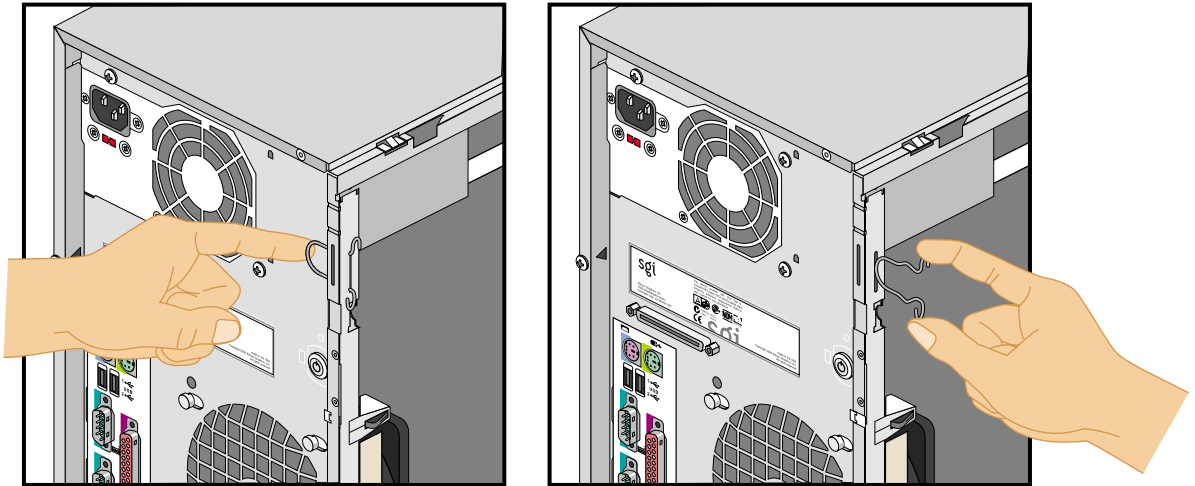

Figure 2-28 Retrait de l'agrafe de sécurité de sa fente
3. Pour ôter l'agrafe de sécurité de sa fente, rapprocher les deux extrémités l'une de l'autre et pousser l'agrafe vers l'extérieur du châssis. La Figure 2-28 montre la procédure correspondante.